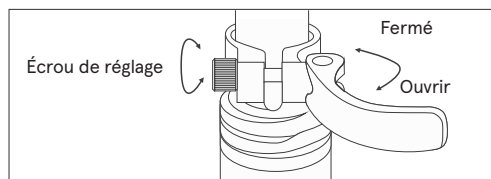

Fig. 9
1. Ouvrez le levier de blocage rapide de la tige de selle (Fig.9). Appliquez une petite quantité de graisse sur la tige de selle. Insérez la tige de selle dans le tube de selle à une profondeur suffisante pour que la ligne d'insertion minimale ne soit plus visible. REMARQUE : Le levier doit nécessiter une certaine force pour se fermer. S'il se ferme trop facilement et ne maintient pas la tige de selle en place, ou si l'effort pour fermer le collier est trop important, ajustez la force de serrage en desserrant ou en serrant l'écrou de réglage sur le côté opposé au levier.